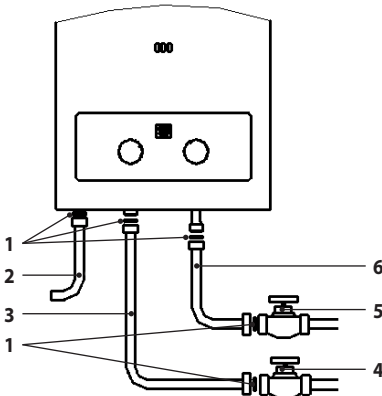

Figura 5.6
1. Per il collegamento dell'acqua fredda è possibile utilizzare un tubo flessibile o un tubo rigido. È necessario installare un rubinetto per l'acqua prima del raccordo di ingresso dell'acqua (Figura 5.6).